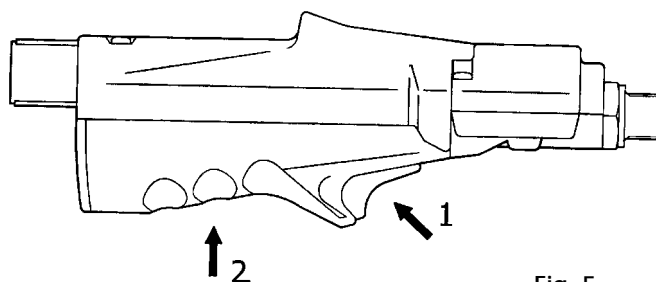

Fig. 5
- To open the valve and start the dispensing, it is necessary to first press the safety button (1) and then the trigger (2) (fig. 5). To lock the trigger (2) in open position, just stop pressing the safety button (1).
- To close the valve, press lightly on the trigger (2) and then release it.
- Para abrir la válvula y empezar el suministro, presionar primero el botón de seguridad (1) y posteriormente el gatillo (2) (Fig. 5). Para dejar el gatillo bloqueado en posición abierto solamente hay que soltar el botón de seguridad (2).
- Para cerrar la válvula y cortar el suministro, presionar el gatillo (2) ligeramente y luego soltarlo.
- Pour ouvrir la valve et procéder à la distribution de fluide, appuyer tout d'abord sur le bouton de sécurité (1) et appuyer ensuite sur la gâchette (2) (voir Fig.5). Pour maintenir la gâchette ouverte en position bloquée, il suffit simplement de relâcher le bouton de sécurité (2).
- Pour fermer la valve et bloquer ainsi la distribution de fluide, appuyer légèrement sur la gâchette (2) puis la relâcher.